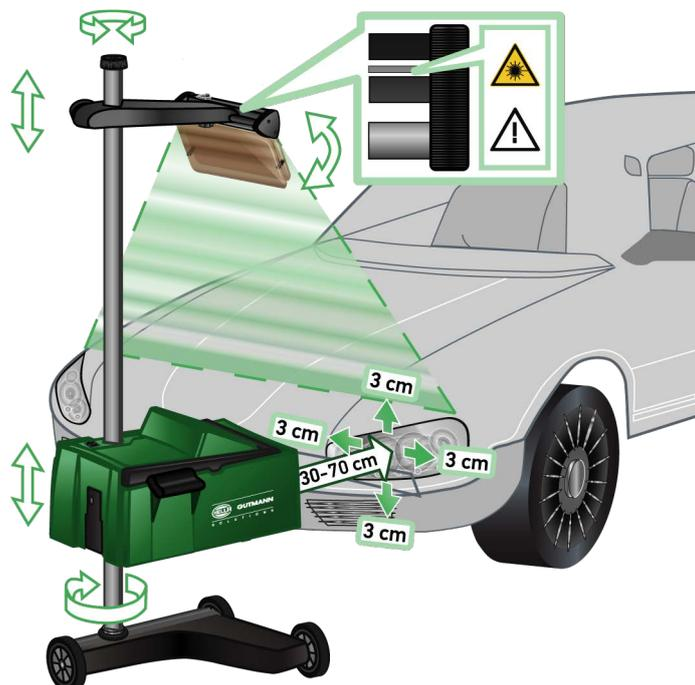

Fig. 6 :
4. Positionner le boîtier optique à l'aide du viseur laser ou du dispositif de visée optique de sorte que la ligne du laser touche 2 points situés à même hauteur, symétriquement à l'axe longitudinal du véhicule (fig. 6).
5. Sans modifier le réglage, resserrer la molette de serrage de la fixation de colonne (fig. 6).
La distance entre le bord avant du boîtier optique et le projecteur d'éclairage doit être comprise entre 30 et 70 cm (fig. 6).